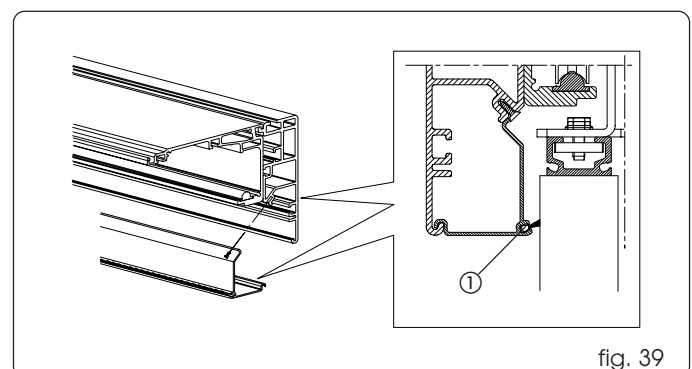

fig. 39
Zelfdragend automatisch systeem: monteer het sluitprofiel voor het zelfdragende automatische systeem, zoals aangegeven op fig. 39.
Breng de borstel (indien gewenst) aan in het sluitprofiel, voordat deze gemonteerd wordt, fig. 39 ref. ①.